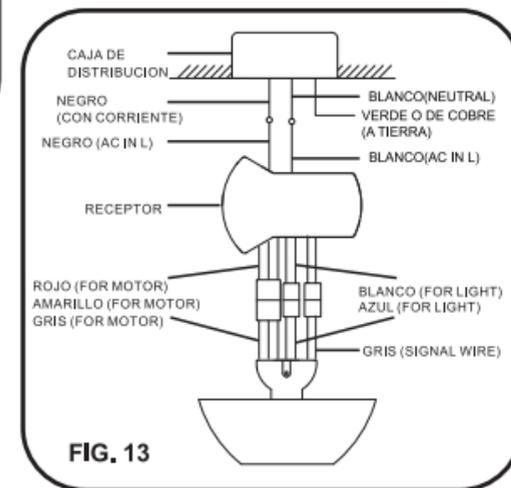

FIG. 13
**Paso 3.** Motor de cables del receptor conexiones eléctricas conectar las 4P - 4P para el motor / 2p - 2p para la luz / gris \* gris para la señal desde el motor hasta el receptor. ( Fig.13 )